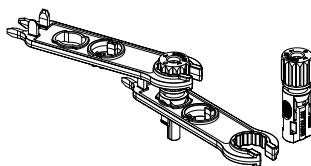

Abb. 5.5 Steckverbinder mit aufgeschraubter Überwurfmutter
c) Führen Sie den Kontaktstift in den oberen Teil des Steckers ein und schrauben Sie die Überwurfmutter auf den oberen Teil des Steckers (wie in Abbildung 5.5 gezeigt).